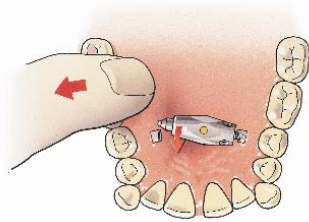
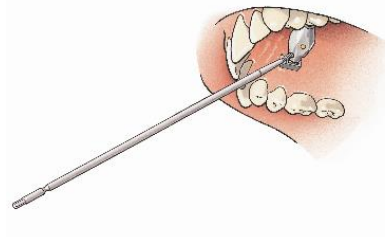

Abb. 6
Abb. 7
Das Einsetzen erfordert ein gewisses Aufbrechen der Knochensegmente und eine Anpassung der Breite des Moduls (Abb. 6). Das Modul sollte so platziert werden, dass es zu einer Expansion kommt, wenn der Patient den Patientenschlüssel von kranial nach kaudal dreht. Dies bedeutet, dass die Bohrlöcher für die Blockierschraube rechts liegen. Setzen Sie die Blockierschraube (Ref. 99-100S) mit dem kleinen Schraubendreher (Ref. 99-101A) oder dem Schraubendrehereinsatz (Ref. 99-909S) in das Schraubenloch ein. Verwenden Sie diesen Schraubendreher, um das Gewinde im Modul nicht zu beschädigen (Abb. 7).
- Die Blockiermutter mittels des TPD NEO Patienten-Schlüssels (Ref. 03-750S) lösen, während das Modul mit dem TPD NEO Distraktor-Schlüssel (Ref. 03-751A) festgehalten wird (Abb. 7)